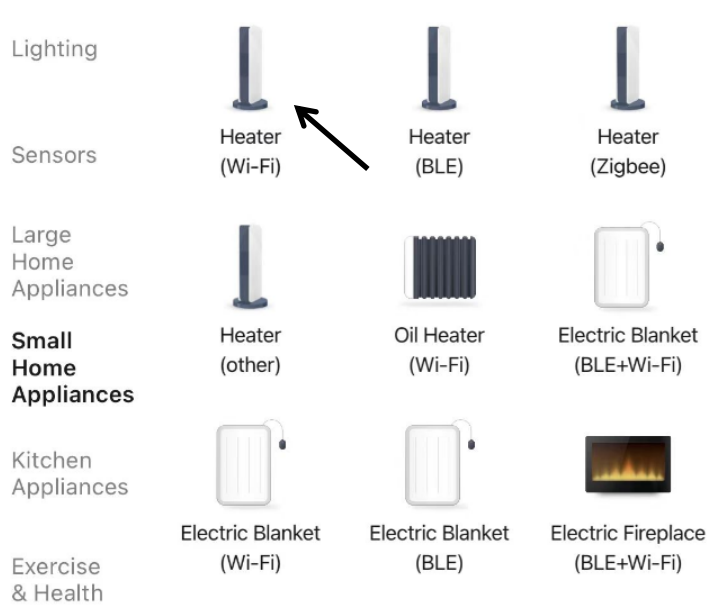
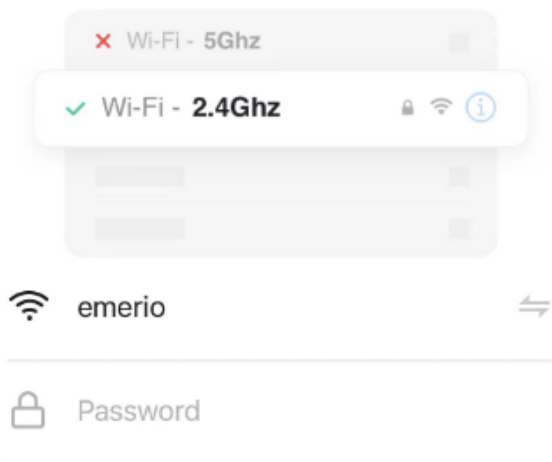

Fig. 2
Fig. 3
3. Individuare la categoria "Small Home Appliances" e premere l'icona "Heater (Wi-Fi)" (Fig. 2). Apparirà un messaggio con la richiesta di utilizzare una rete Wi-Fi a 2,4 Ghz e di inserire la password (Fig. 3); premere "Next" per continuare. Apparirà la schermata illustrata in Fig.4.